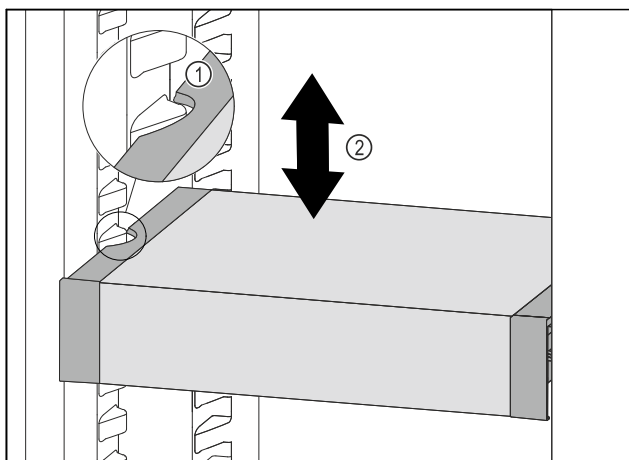

Fig. 92
- Táhněte VarioSafe dopředu, dokud nebudou boční vybrání VarioSafe na úrovni žebrování na nádoby v chladniče. Fig. 92 (1)
- Posouvejte VarioSafe v chladniče nahoru nebo dolů, dokud nedosáhnete požadované výšky. Fig. 92 (2)